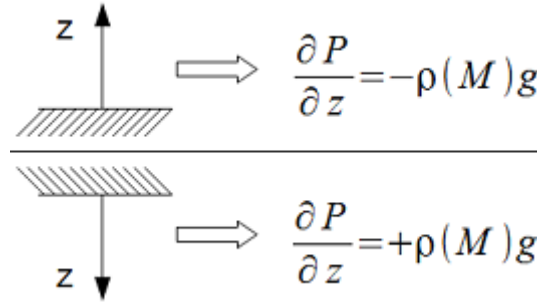

FIGURE 2.4 – Écritures différentes selon le contexte d'étude
**Autre écriture** (Figure 2.4)